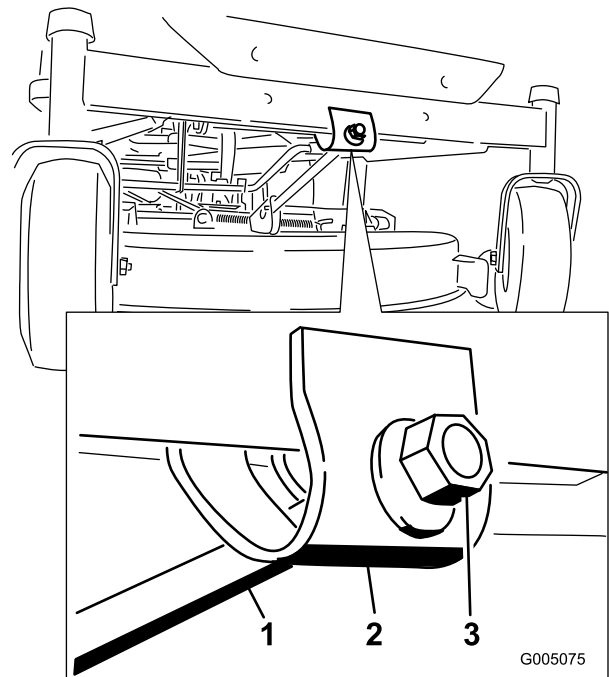

Figure 44
7. Pour régler l'inclinaison avant/arrière des lames, tournez l'écrou de réglage à l'avant du plateau de coupe (Figure 44).